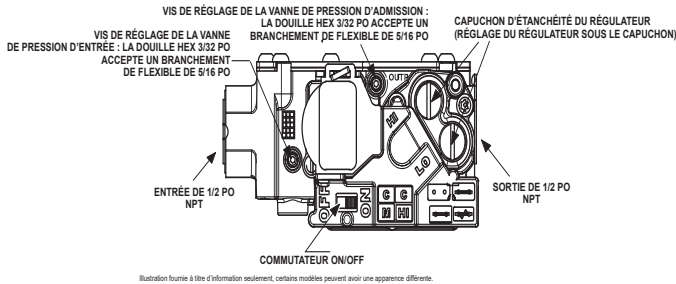

Fig. 64 – Soupape de gaz avec orifices de pression
1. Réglez la pression d'admission de façon à obtenir une puissance minimale d'utilisation. Voir Fig. 64.
- h. Retirez le capuchon de réglage du régulateur de pression de la vanne de gaz de chauffage faible et tournez la vis de réglage de chauffage faible (tournevis à bout plat 3/16 ou plus petit) dans le sens antihoraire (vers l'extérieur) pour diminuer le débit d'admission, ou dans le sens horaire (vers l'intérieur) pour l'augmenter. Voir Fig. 64.
2. Réglez la pression d'admission de façon à obtenir une puissance maximale d'utilisation. Consultez la Fig. 64.
- b. Retirez le capuchon de réglage du régulateur de pression de la vanne de gaz de chauffage élevé et tournez la vis de réglage de chauffage élevé (tournevis à bout plat 3/16 ou plus petit) dans le sens antihoraire (vers l'extérieur) pour diminuer le débit d'admission, ou dans le sens horaire (vers l'intérieur) pour l'augmenter. Voir Fig. 64.